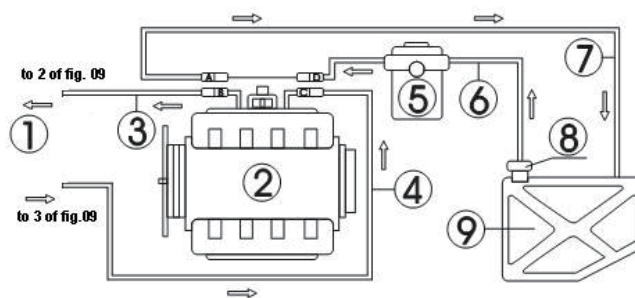

Fig.09
De slangleiding verbinding van de motor met de retour slang is afgebeeld in Fig.09.
- Koppel de aansluitingen van de brandstoftoevoer- (C、 D) en brandstofretourslangen (A、 B) van het brandstofsysteem van de motor los (wikkel de aansluiting met een handdoek omwikkeld wanneer u de aansluiting loskoppelt). Kies de juiste aansluitingen en sluit ze afzonderlijk aan op de B- en C-uiteinden, en sluit de andere uiteinden vervolgens aan op de overeenkomstige retour slang en uitlaatslang van het toestel. Zie Fig.09.